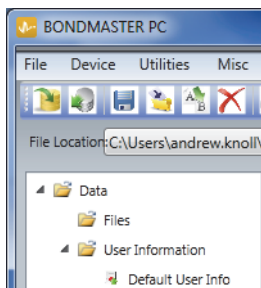
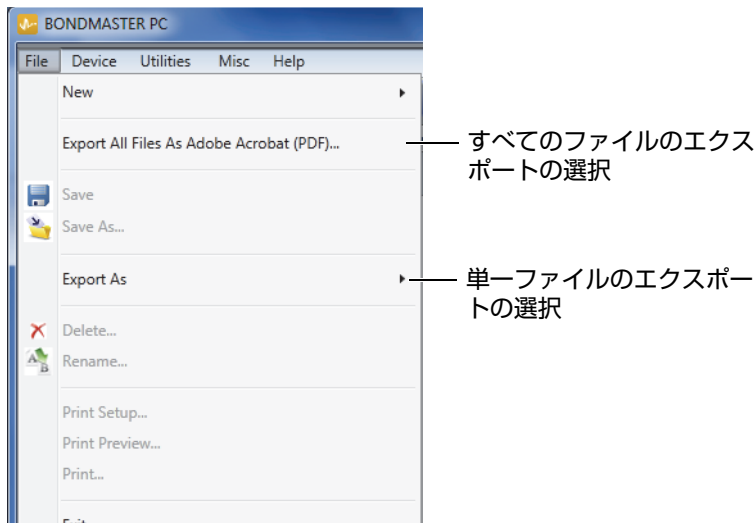

図 7-9 BondMaster PC ウィンドウの左枠に表示されるファイル
図 7-10 File (ファイル) メニュー
- ◆ BondMaster PC ウィンドウの左枠でファイルを選択し(191 ページの図 7-9 参照)、**Export As > PDF** (エクスポート > PDF) を選択します (192 ページの図 7-10 参照)。
- ◆ BondMaster PC の File (ファイル) メニューで、Export All Files As Adobe Acrobat (PDF) (すべてのファイルを Adobe Acrobat PDF としてエクスポートする) を選択します (192 ページの図 7-10 参照)。